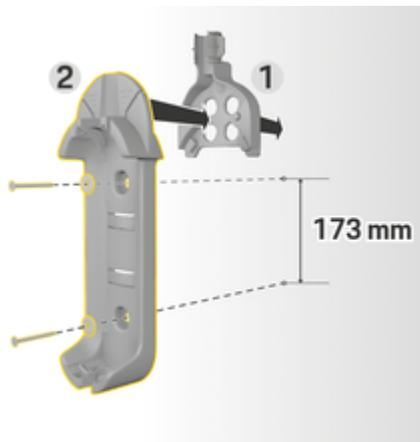

Fig. 8: Dimensões de perfuração
3. Pressione o suporte para parede básico 2 (Fig. 8) na passagem do cabo 1 (Fig. 8) pela parte da frente.